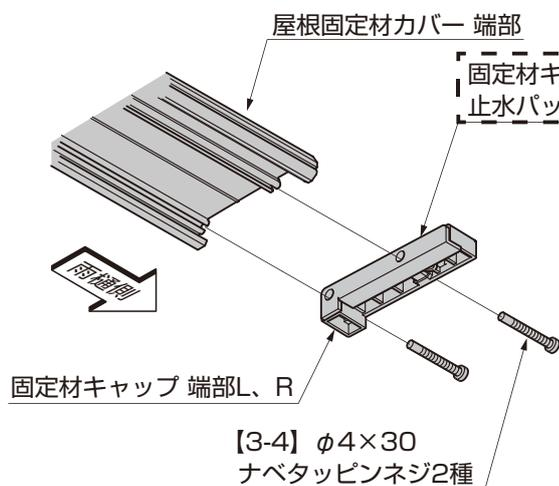

図9-10 端部
- ① 固定材キャップ 端部L、Rを屋根固定材カバー 端部の雨樋側に【3-4】で取付けてください。(図9-10参照)